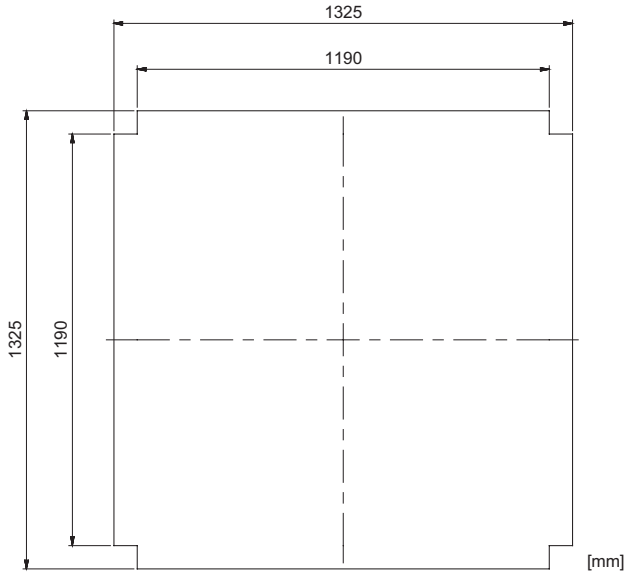
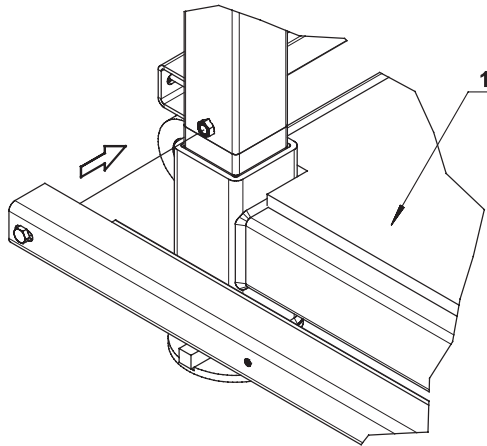

Abbildung 17. Maße für die Bodenschalung.
Abbildung 18. Beispiel für die Platzierung der Unterstützungsträger.
- 4.1. Stellen Sie sicher, dass alle vier Eckpfosten korrekt in den unteren Rahmen eingesetzt sind. Schneiden Sie eine 18 mm-Schalungssperrholzplatte gemäß EN 636-3 in die in Abbildung 17 gezeigte Form und platzieren Sie sie in der Mitte des unteren Rahmens. Schrauben Sie die acht Unterstützungsträger in die Schweißmuttern an den Eckpfosten. Verwenden Sie die an den Unterstützungsträgern angebrachten Schrauben. Siehe Abbildung 18. In diesem Schritt ist es nicht notwendig, die Schrauben festzuziehen.